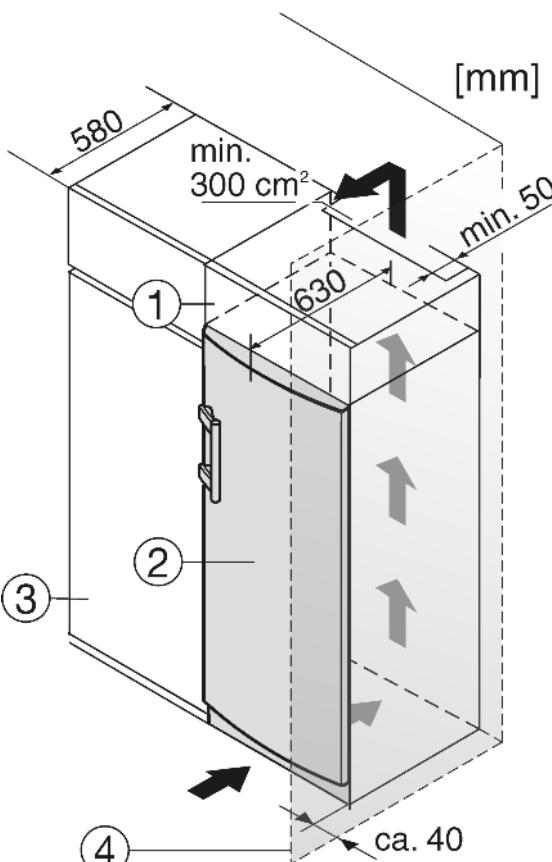

Fig. 8
- (1) Шафа для встановлення на пристрой
(2) Пристрой
(3) Кухонна шафа
(4) Стінка
Пристрій можна комбінувати з кухонними шафами. Для того, щоб пристрій Fig. 8 (2) вирівняти по висоті кухонної секції, на пристрій можна встановити антресольну секцію Fig. 8 (1).
При комбінуванні з кухонними шафами (глибина макс. 580 мм) пристрій можна встановити безпосередньо поруч з кухонною шафою Fig. 8 (3). Дверцята пристроя виступають за лінію кухонної шафи на 34 мм з боків і на 50 мм посередині. Завдяки цьому їх можна без проблем відкривати та закривати.
Якщо пристрій встановлюється поряд зі стінкою Fig. 8 (4), відстань між пристроєм та стінкою повинна бути не менше 40 мм. Це відповідає необхідній відстані для ручки після відкривання дверцят.